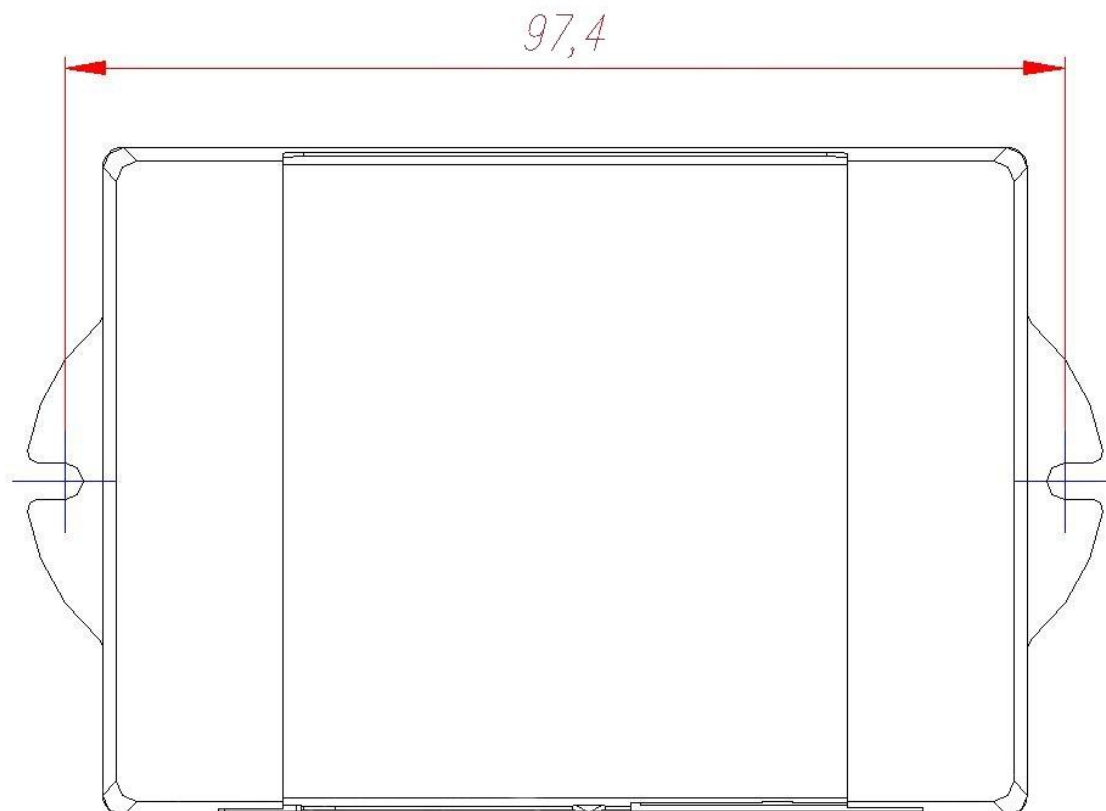

Рисунок 4.4 Установочные размеры терминала FORT-111M
1. Место установки терминала должно быть выбрано, исходя из его габаритных (105x78x30 мм) и установочных (см. рисунок 4.4) размеров, а также с учетом обеспечения требуемого пространства для удобного подключения разъемов.